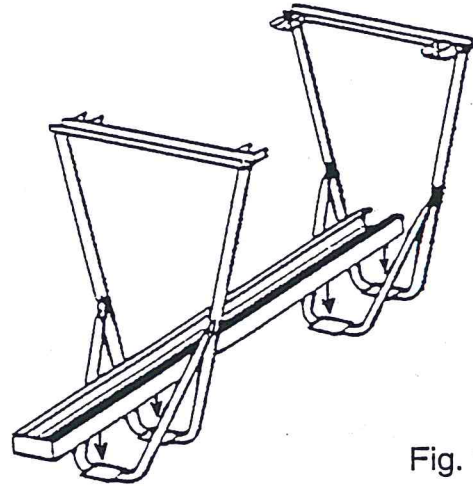

Fig. 1a
- 1) Klap de steunbogen gedeeltelijk open en zet de twee bogen ondersteboven (zie fig. 1a).